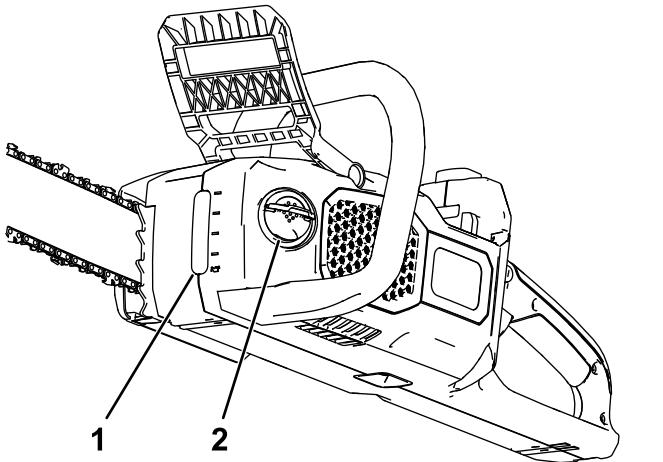

Figura 24
- Verifique o nível de óleo na janela. Se o óleo não encher a janela, adicione óleo da barra e corrente como necessário (Figura 24).
- Limpe a zona em torno da tampa do óleo (Figura 24).
- Desdobre a patilha da porca de orelhas na tampa do óleo, retire a tampa e despeje óleo da barra e corrente para a motosserra até encher o depósito (Figura 24).